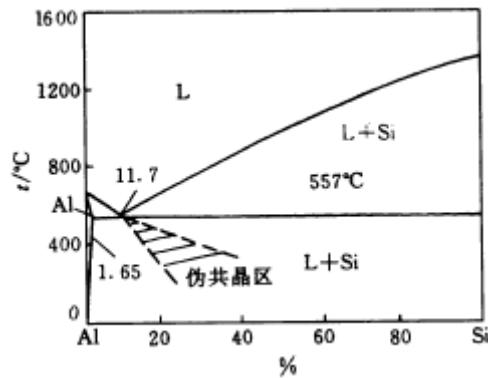

图 2
18. (5分) 图2为洛玛-科垂耳位错形成示意图，试解释该位错不能运动的原因？
六 图 2 示 Al-Si 合金共生区（斜线区）情况，分析共晶成分的合金在不平衡结晶时会得到什么组织，简述形成过程。（5 分）